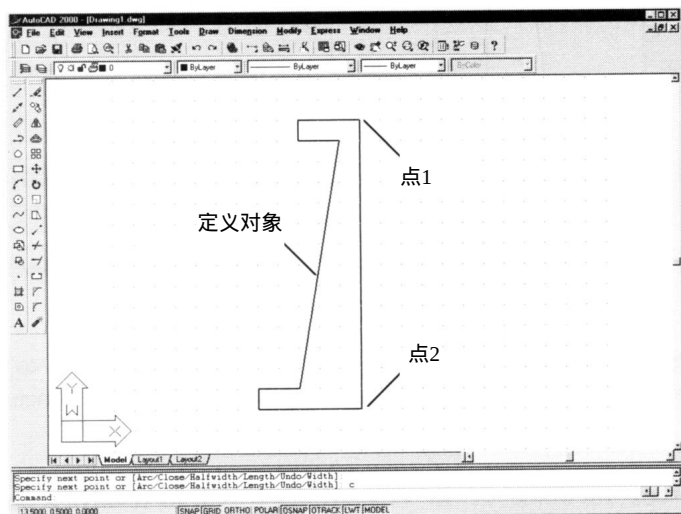

图35-8 生成一个旋转体实体
1) 使用 PLine 命令绘制一个如图 35-8 所示的形状，但不要有标注。